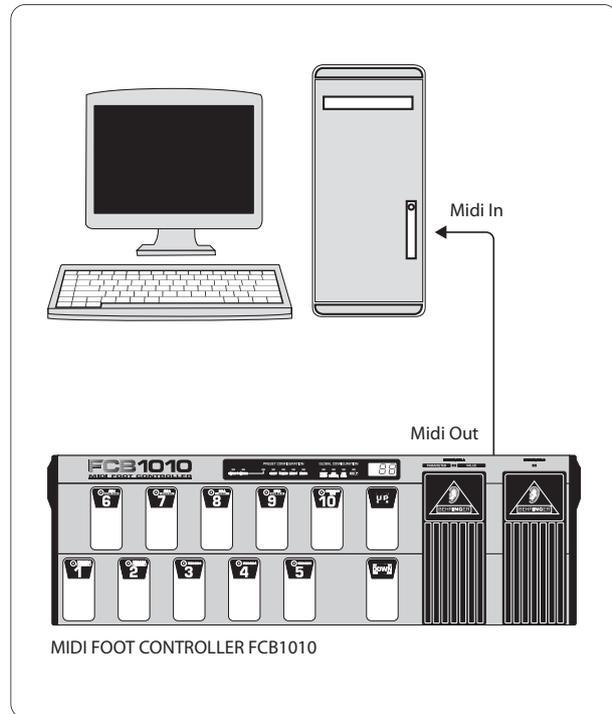

Abb. 2.5: Senden eines SysEx-Dumps
- Verbinden Sie den MIDI OUT des FCB1010 mit dem MIDI IN Ihres Sequencers/Computers (siehe Abb. 2.5).